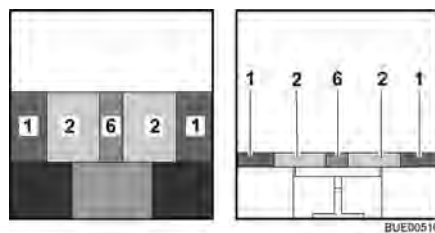

Bild 82 Efter ombyggnaden
- Lägg extradynan (Bild 82,6) mellan sittdynorna.